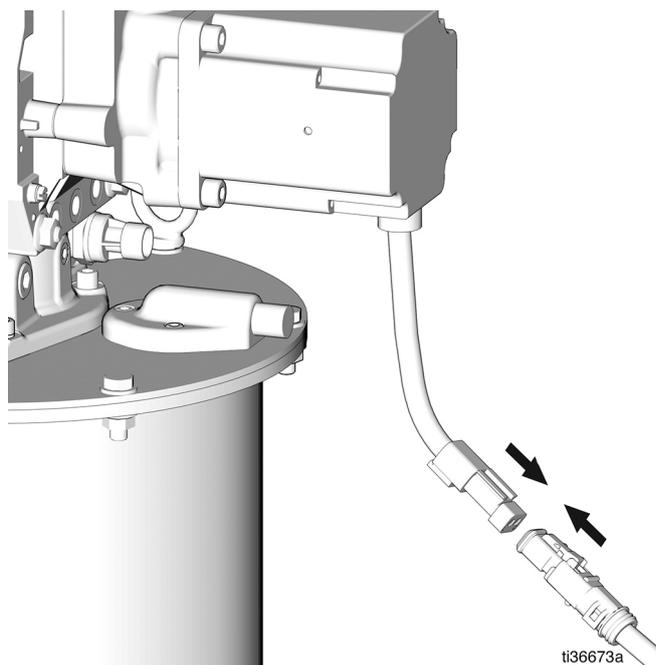

Рис. 15
- Снова подключите источник питания к системе (Рис. 15).